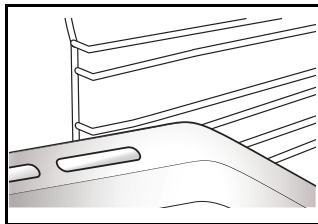

Fig. 2
13. Gli altri accessori, come la leccarda e la piastra dolci, vanno inseriti allo stesso modo (Fig. 2).